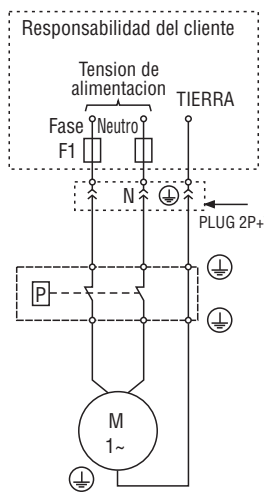

FIGURA 7 - DIAGRAMA LIGACIÓN ELÉCTRICA
4.3 La Figura 7, muestra el esquema de conexión eléctrica con presostato y fusible.